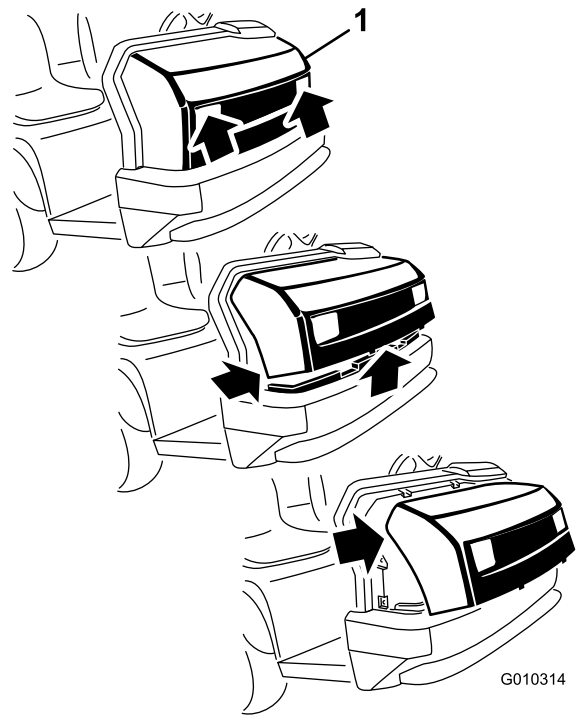

図 5
2. フードの下側を手前に持ち上げてから下に引っ張り、上側の取り付けタブをフレームの穴から外す 図 5。
3. フードの上側を手前に倒し、ヘッドライトからワイヤコネクタを抜く 図 5。
1. ヘッドライトの開口部でフードをつかみ、フードを持ち上げて、下側の取り付けタブをバンパーのスロットから外す 図 5。